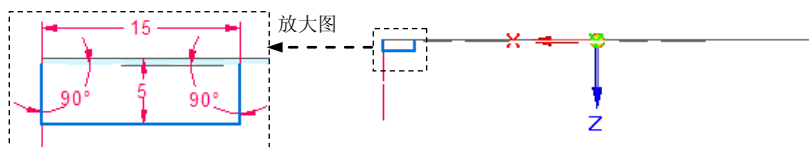

图 8.7.7 编辑草图
(4) 定义弯边尺寸。单击“轮廓步骤”按钮, 编辑草图尺寸如图 8.7.7 所示, 单击 **完成** 按钮, 退出草图绘制环境。